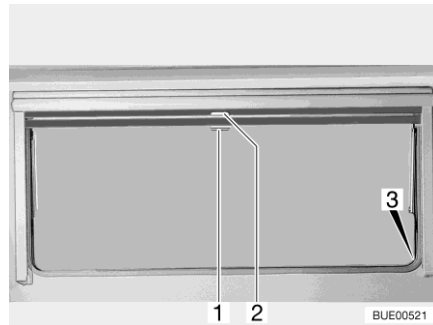

Bild 104 Överkantshängt fönster
- Drag ned mörklägningsrullgardinen med handtaget (Bild 104,2). När mörklägningsrullgardinen dras ned helt fäster man det i spärrarna (Bild 104,3) på båda sidorna på fönsterkarmen.
- När mörklägningsrullgardinen är helt stängd: Tryck ned handtaget (Bild 104,2) och drag det något inåt. Haka av mörklägningsrullgardinen från spärrarna till vänster och höger på fönsterkarmen.
- När mörklägningsrullgardinen är i mellanläget: Drag handtaget (Bild 104,2) lätt nedåt tills spärren släpper.
- Drag ner insektsnätet med handtaget (Bild 104,1) och fäst det i spärrarna (Bild 104,3) på båda sidorna av fönsterkarmen.
- Tryck ned handtaget (Bild 104,1) och drag det något inåt. Haka av insektsnät från spärrarna till vänster och höger på fönsterkarmen.